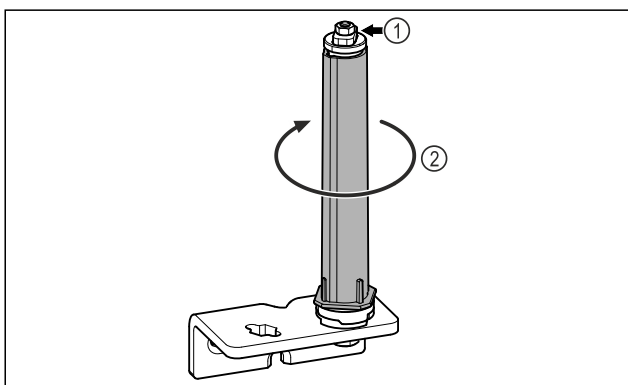

Fig. 21
► Dørlukkesystemet Fig. 21 (1) må ikke demonteres.
► Drej lukkesystemet Fig. 21 (2), til det klikke.